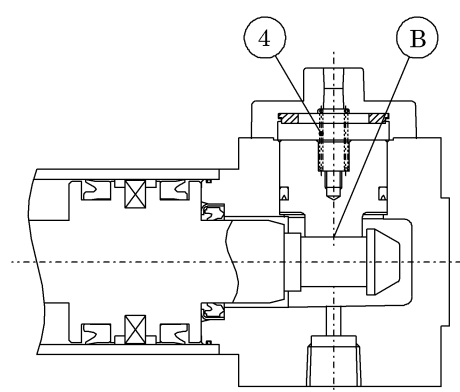

図 2
- (b) さらにシリンダのピストンがストロークエンドに近づき、スリーブの溝⑥がストップピストンの位置まで来るとストップピストンはスプリング④によって押し戻され、ストップピストンが溝に入り込みロックされます。(図 2)